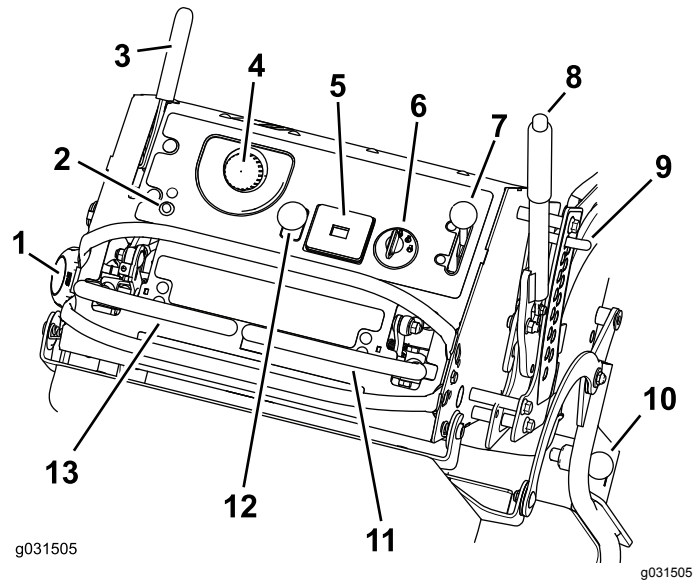

Figura 4
Familiarícese con todos los controles antes de poner en marcha el motor y trabajar con la máquina (Figura 4).
Si se detecta un problema o una avería en el sistema, se enciende el indicador de avería (IA) (Figura 4).
El mando de la toma de fuerza (TDF) se utiliza para engranar y desengranar las cuchillas del cortacésped o arrancar y parar accesorios motorizados (Figura 4); consulte Uso del mando de control de las cuchillas (página 16).
El acelerador controla la velocidad del motor y tiene un ajuste variable continuo de LENTO a RÁPIDO (Figura 4).
Las palancas de control de movimiento se utilizan para conducir la máquina hacia adelante, hacia atrás y girarla en ambos sentidos (Figura 4).